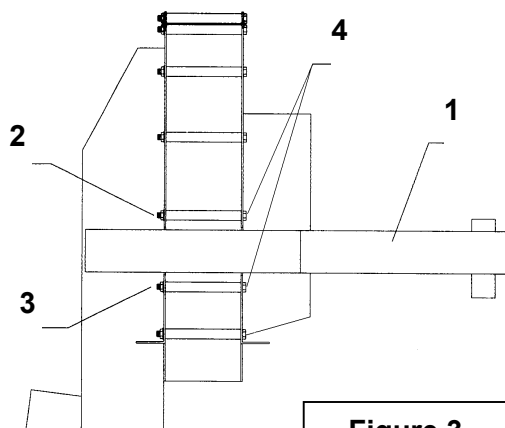

Figure 3
1. Insérer une rondelle plate 7/16" sur chaque boulon pour fixer le support moteur à la souffeuse à débris à l'aide des boulons et écrous gardés à cet effet. Le support moteur doit être par dessus la plaque d'admission (item 3), l'encoche recouvrant le tube (fig. 3, item 1).